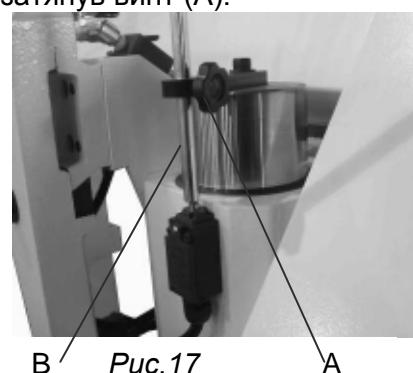

Рис.17 B A
Верхний концевой выключатель должен быть отрегулирован таким образом, чтобы ленточное полотно пильной рамы в верхнем положении было чуть выше заготовки. Ослабьте винт (A), Рис.17 и установите пруток (B) на необходимой высоте, зафиксируйте его положение, затянув винт (A).